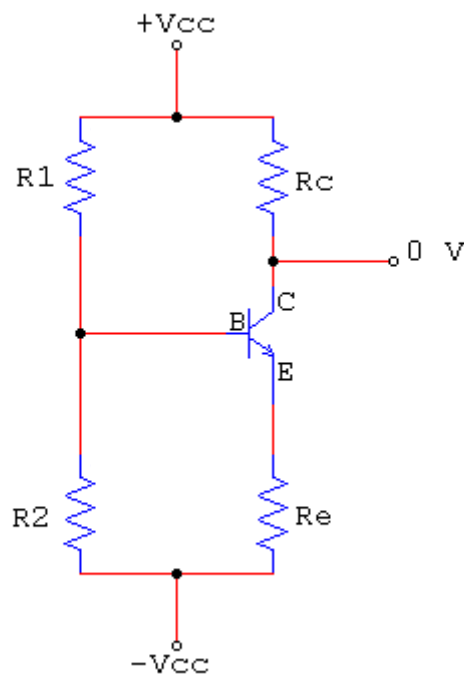

Figura 2.21
1. Monta el circuito de la Figura 2.21. Para ello calcula: